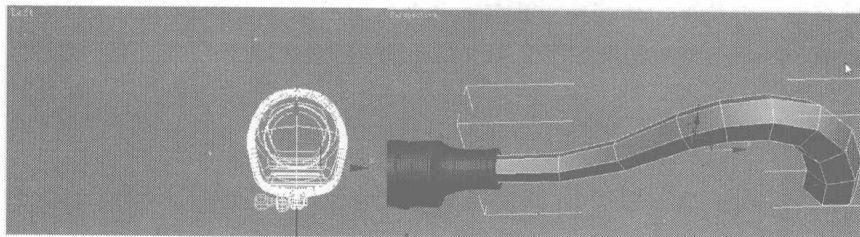
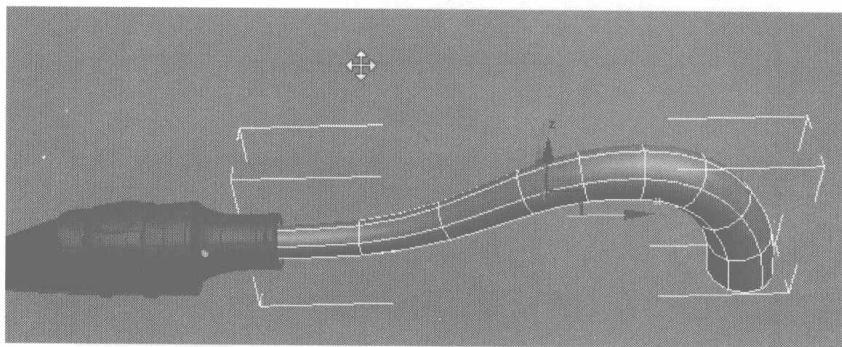

图 2.172
图 2.173
- 06** 调整哨头的位置，使之与弯管对齐，如图 2.172 所示。打开细分，如图 2.173 所示，可以看到，加入细分后，弯管明显变光滑了。